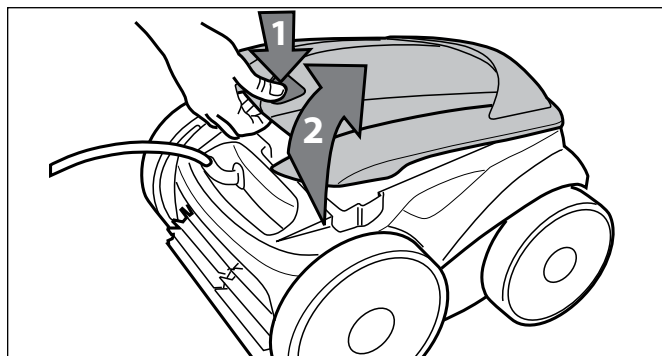

Figure 24. Soulever le couvercle du robot nettoyeur
5. Appuyer sur le verrou du couvercle (1) et soulever le couvercle (2) jusqu'à ce qu'il soit fixé en position verticale. (Figure 24).